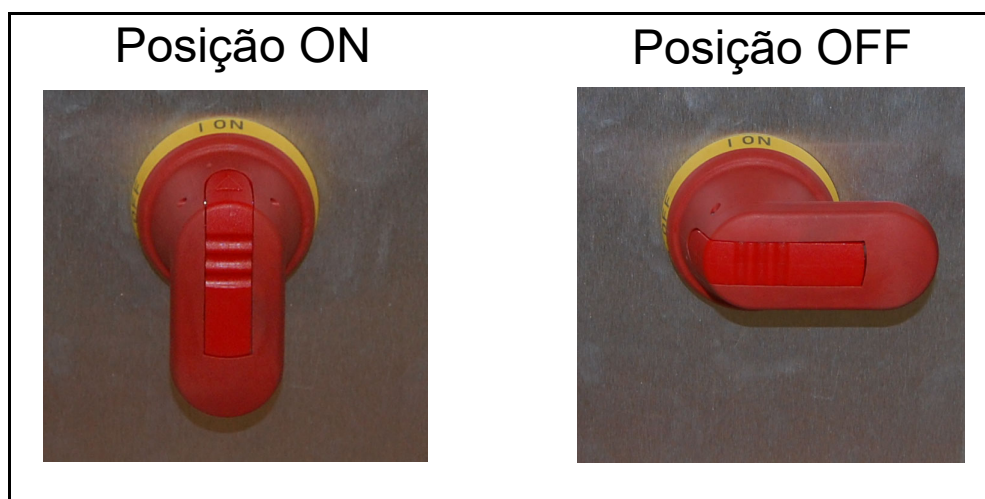

Figure 1-2: Alavanca do Interruptor de Desconexão Principal - Posições On/Off
1. Confirme se a alavanca vermelha o interruptor de desconexão principal localizada dentro do gabinete está na posição ON (consulte Figure 1-2). Se estiver na posição OFF, conforme descrito em “LOTO - Manutenção e Reparo da Máquina” na página 33, verifique se alguém está trabalhando na máquina antes de tentar ligá-la.